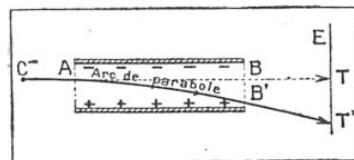

FIG. 4. — COURBURE D'UN FAISCEAU CATHODIQUE DANS UN CHAMP ÉLECTRIQUE
La charge e des électrons a pu être mesurée (1). On a même déterminé la masse m des électrons et leur vitesse v , d'où leur force vive $1/2 mv^2$. Pour cela, on a courbé les trajectoires $CABT$ des électrons par un champ électrostatique connu ou par un champ magnétique connu, en utilisant les dispositifs que représentent les figures 4 et 5. La tache T observée sur l'écran E vient de T en T' et on mesure son déplacement. Le calcul nous apprend alors que la masse de l'électron est égale à la 1 850^e partie de la masse atomique de l'hydrogène et que sa vitesse, qui dépend de la chute de potentiel, peut s'approcher de la vitesse de la lumière. On peut aussi en déduire l'énergie du corpuscule exprimée en électrons-volts.